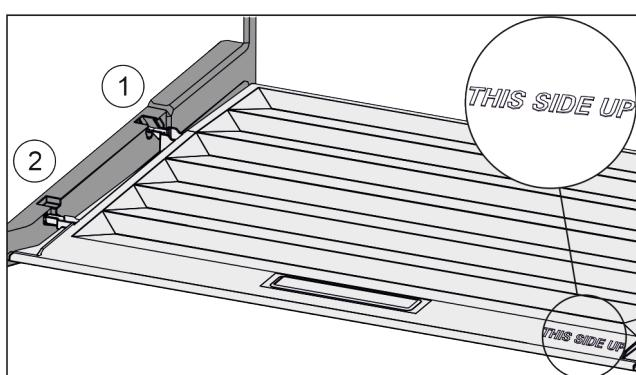

Fig. 132
- Пъхнете шийките на капака през отвора в задния държач Fig. 132 (1) и фиксирайте отпред в държача Fig. 132 (2).